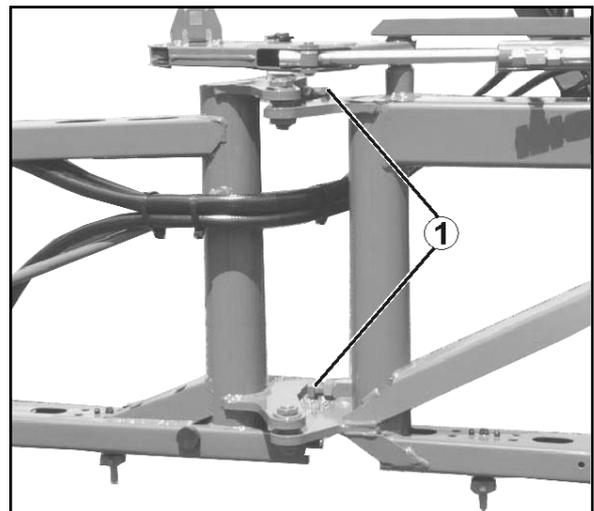

Fig. 140
1. Kontermutter der Einstellschraube (Fig. 140/1) lösen.